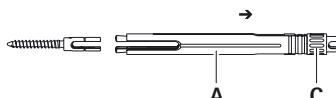

Рис. 7
- Снимите закрепительную втулку в сборе **2**, см. Рис. 7.